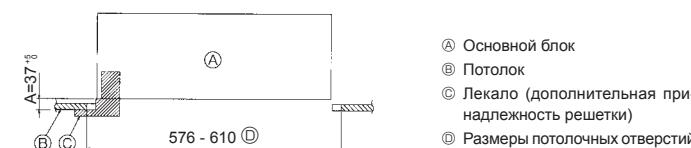

Fig. 4-6
3. Если основной блок нельзя выровнять относительно монтажного отверстия на потолке, его можно отрегулировать с помощью спла на монтажной плате. (Fig. 4-6)